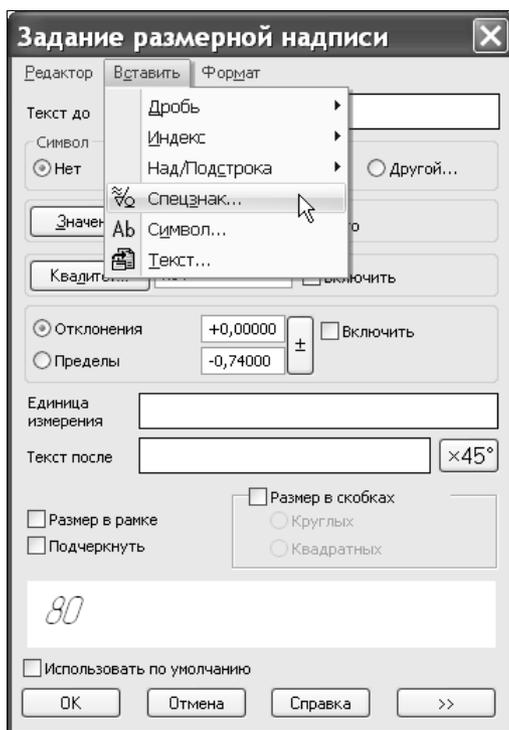

Рис. 1.88. Команда **Спецзнак** диалогового окна **Задание размерной надписи**
6. Чтобы поставить дополнительные условные знаки в диалоговом окне **Задание размерной надписи**, поставьте курсор в поле **Текст до** или раскройте кнопкой **Далее** поле для ввода текста под размерной надписью и из меню **Вставить** выберите команду **Спецзнак** (рис. 1.88). В появившемся диалоговом окне **Спецзнак** (рис. 1.89) выберите нужный условный знак.